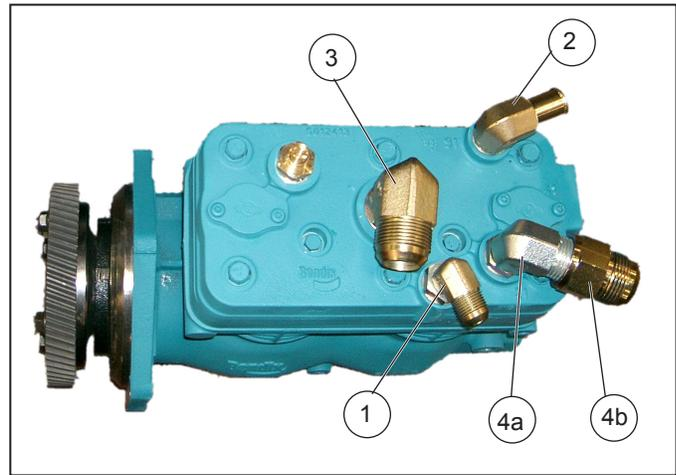

Figure 2 – Préparation du compresseur
PRÉPARER LE COMPRESSEUR DE REMPLACEMENT (CF. FIGURE 2)
6. Poser le raccord d'entrée du liquide de refroidissement (2) – coude 90° M18 avec tube à bourrelet 3/4 po; orientation finale vers l'arrière du compresseur.
7. Poser le raccord d'aspiration du compresseur (3) – coude 90° M27 avec raccord JIC n° 16 – tel qu'illustré dans la Figure 2. L'orienter vers la gauche du compresseur.
8. Poser le raccord de sortie du liquide de refroidissement (1) – coude 90° M18 avec raccord JIC n° 8. L'orienter vers la gauche du compresseur - cf. Figure 2
17. Poser le raccord en T d'huile (6) du compresseur. (Cf. Figure 2.) Raccorder la conduite d'huile modifiée à l'étape 2 d'Installation (page 4) sur la patte verticale du raccord en T (6). Normalement, le tuyau d'huile qui va à l'alternateur se raccorde au troisième orifice du T. Boucher ce troisième orifice si l'installation n'utilise pas un alternateur refroidi par huile.